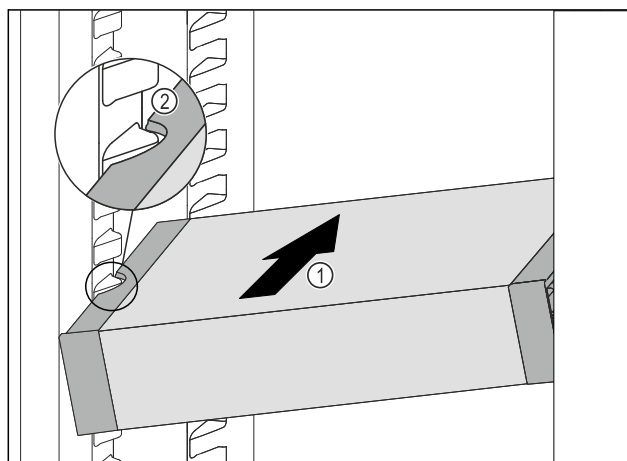

Fig. 112
- ▶ Zasuňte VarioSafe do chladničky pod úhlem tak Fig. 112 (1), aby vybrání na bocích Fig. 112 (2) VarioSafe byla na úrovni žebrování na nádoby v chladničce.